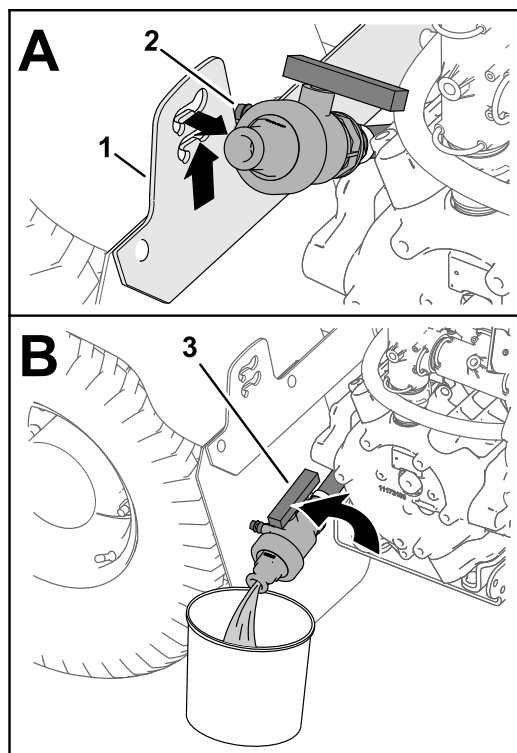

Рисунок 53
3. Поднимите клапан, чтобы его монтажные штыри вышли из пазов кронштейна сливного клапана, и переместите клапан назад (Рисунок 53А).
4. Направьте конец клапана в сливную емкость и поверните ручку клапана в открытое положение (Рисунок 53В).
5. Когда бак будет полностью опорожнен, поверните ручку сливного клапана в закрытое положение и установите клапан на кронштейн сливного клапана (Рисунок 53В и Рисунок 53А).